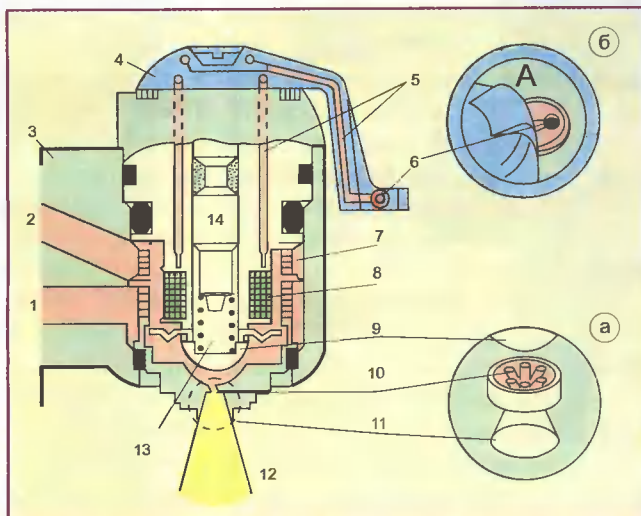

Рис. 6.
□ На рис. 6 показана главная деталь системы "Моно-Jetronic" — центральная форсунка впрыска (ЦФВ).
Сопло форсунки (рис. 6, а) выполнено в виде раструба капиллярных канальцев, число которых обычно не менее шести. Углом при вершине раструба задается раскрытие струи впрыска, которая имеет форму воронки. При такой форме струя бензина не падает на дроссельную заслонку даже при малом ее открытии, а пролетает в два тонких полумесяца открывшейся щели.